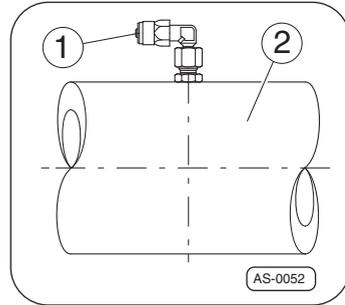

Fig. 7 · Codo de conexión en el tubo del eje
1. Desmontar con cuidado el tornillo de cierre situado en el tubo del eje ⇒Fig. 7, –pos. 2–.
3. Enroscar el codo de conexión –pos. 1– en la rosca, apretar aplicando el valor de apriete prescrito ⇒Página 30, a continuación, alinear y fijar con la contratuerca.